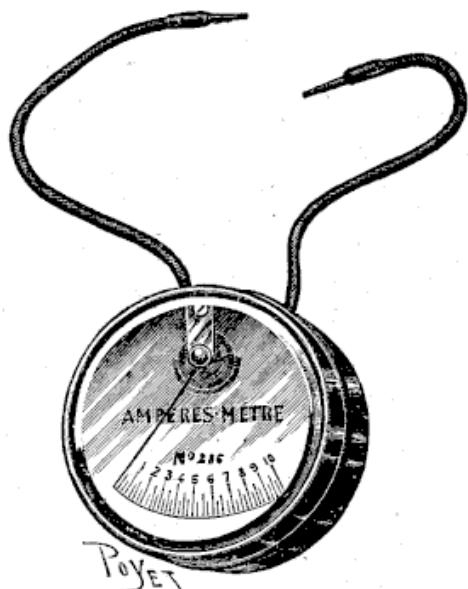

Fig. 93
Si vous n'avez trouvé aucune rupture dans les fils, concluez que les piles ne débitent pas. Vous constaterez leur débit à l'aide de l'*ampèremètre* (fig. 93). Les pôles de cet instrument étant mis en contact avec ceux des piles, l'aiguille doit indiquer au minimum  $2 \frac{1}{2}$ . Au-dessous, le débit est insuffisant. Les piles neuves marquent généralement 5 et 6 ampères (1).
(1) Cet incident ne se produit évidemment pas lors d'une deuxième sortie, les piles pouvant normalement fournir jusqu'à 6,000 kilomètres, mais le cas est généralisé. — La différence de potentiel des *accumulateurs* est constatée à l'aide d'un *voltmètre*. Il ne faut jamais se servir d'un *voltmètre* pour mesurer les piles.